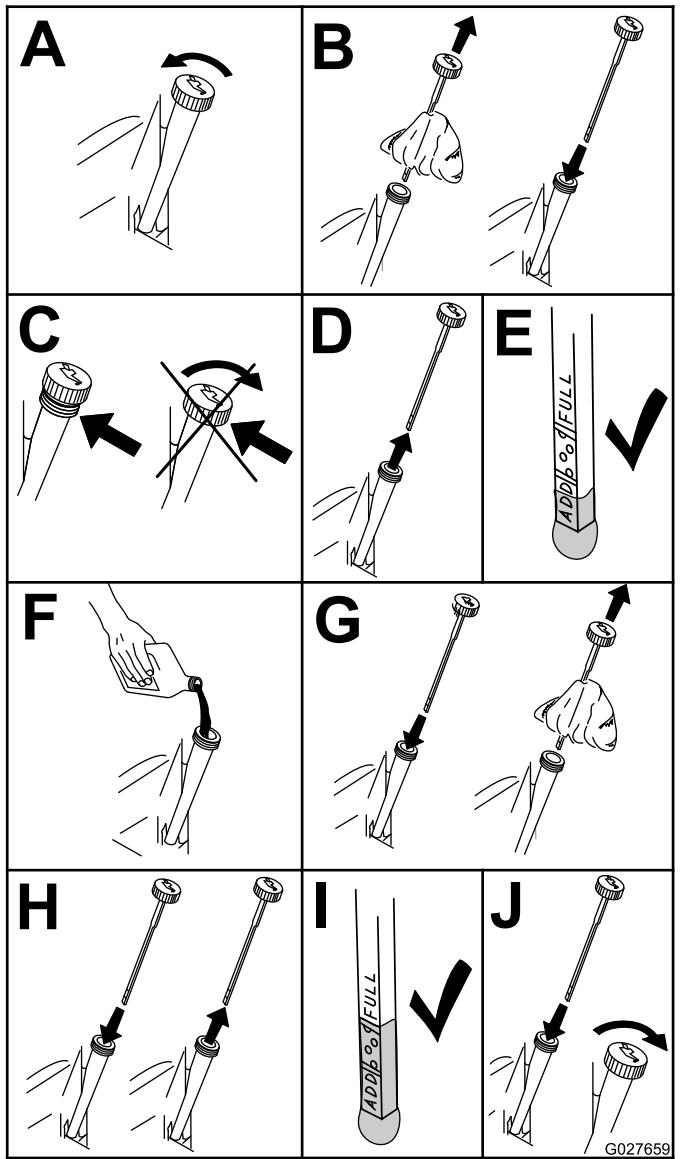

Figure 39
3. Contrôlez le niveau d'huile moteur, comme montré à la Figure 39.